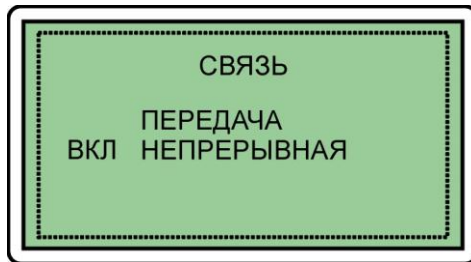

Рис. 6.11 Меню связи с персональным компьютером
6.13.5.6 Кнопками "↑", "↓" установить курсор на строку "СВЯЗЬ" и нажать кнопку "↵" ВВОД, при этом на дисплее дефектоскопа появится меню связи с персональным компьютером (рис. 6.11).
6.13.6.5 Кнопками "↑", "↓" установить курсор на строку "НЕПРЕРЫВНАЯ" (рис. 6.11).
6.13.6.10 Для отключения режима непрерывной передачи данных в меню связи с персональным компьютером (рис. 6.11) установить состояние непрерывной передачи "ВЫКЛ" – выключено.